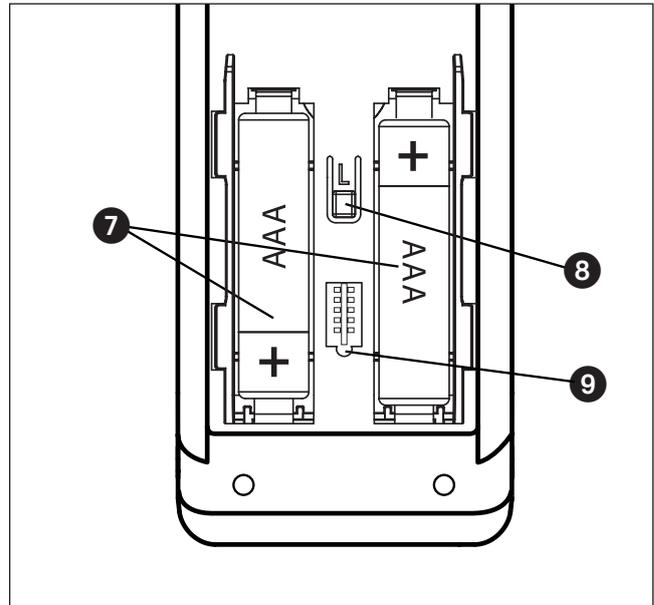

Abb. 3 Rückseite des WMS Handsenders basic
- Zum Austausch der Batterien (Typ AAA, IEC LR03, "Micro") öffnen Sie das Batteriefach (*Abb. 3 auf Seite 2*), legen Sie neue Batterien ein. Achten Sie hierbei auf richtige Polarität: Plus (+) und Minus (-) Pol der Batterien müssen mit den Markierungen im Batteriefach übereinstimmen.